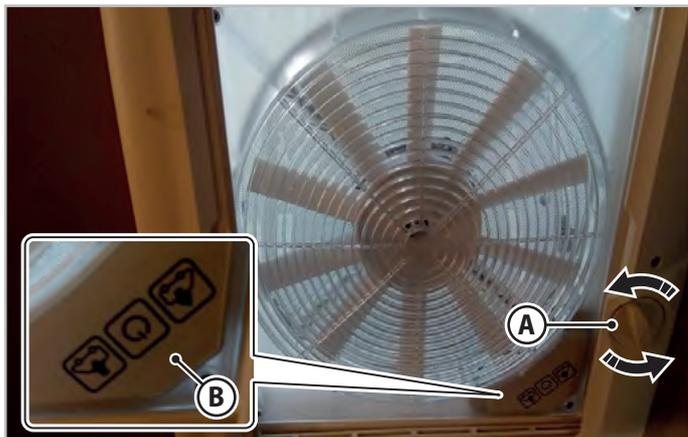

Fig.6.5 - Lanterneau avec volant d'ouverture
En tournant le volant d'ouverture (A - Fig.6.5) dans les deux sens de rotation, le lanterneau se soulève (ouverture) ou se baisse (fermeture). Il est possible de régler l'ouverture du lanterneau sur la position intermédiaire choisie.
Pour utiliser la fonction d'aération et d'aspiration, ouvrir le lanterneau à l'aide du volant (A - Fig.6.5) et sélectionner la fonction d'aération avec entrée d'air (IN) ou d'aspiration (OUT) à l'aide des boutons de commande (B - Fig.6.5).